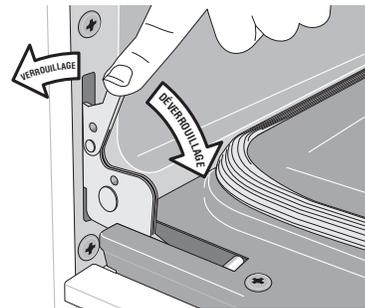

Figure 44 : Verrous des charnières de la porte
2. Abaissez complètement les verrous des charnières de gauche et de droite du cadre de la cuisinière vers la porte du four (voir figure 44). Vous pourriez avoir besoin d'un petit tournevis à tête plate.
4. Poussez les verrous des charnières de droite et de gauche vers le haut et dans le cadre du four jusqu'à ce qu'ils soient en position verrouillée (voir figure 44).